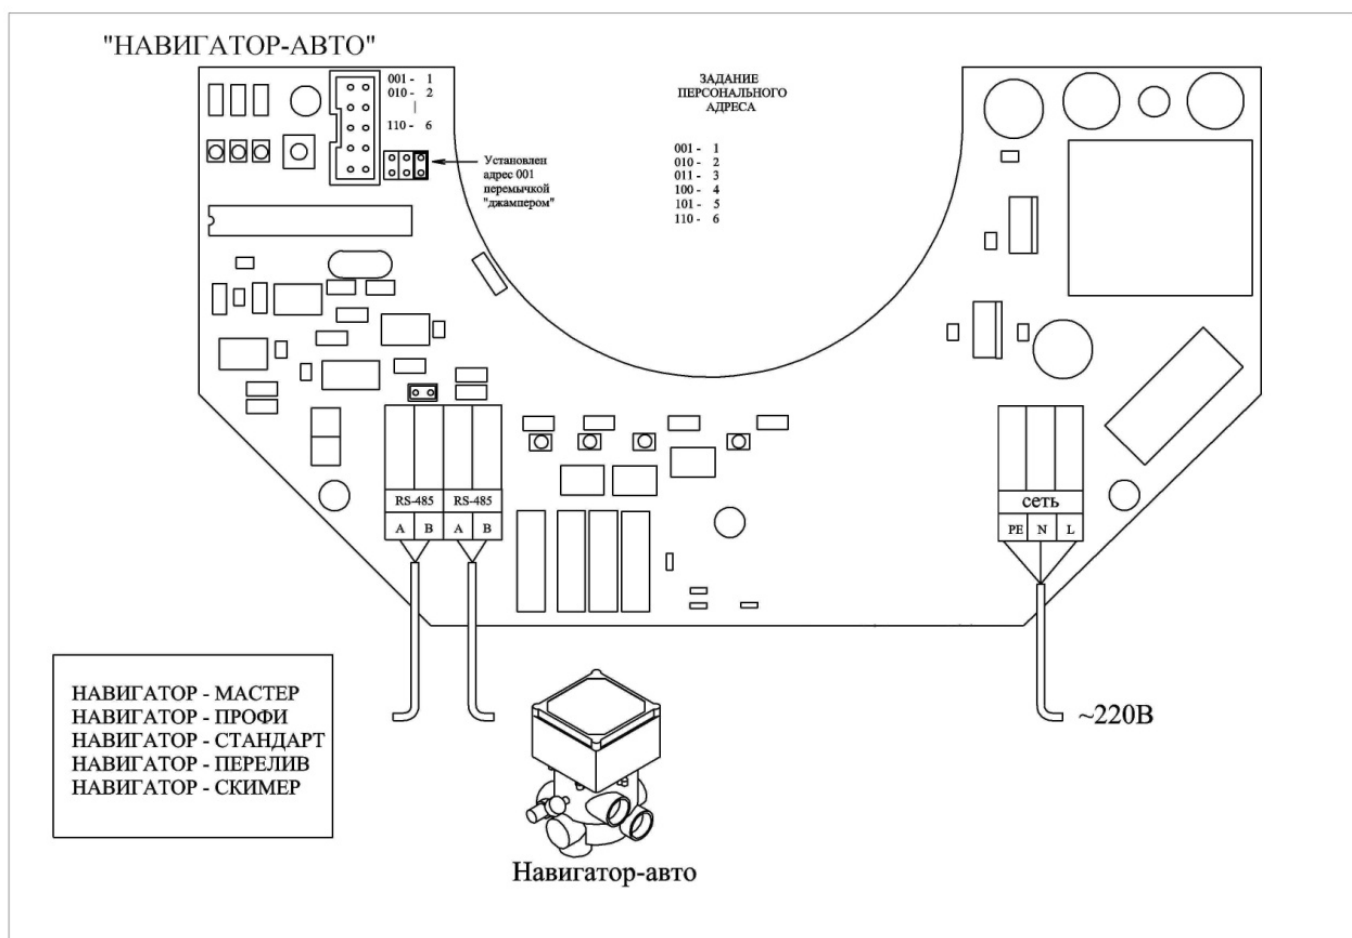

Рис.6.1
- 1.8. Подключите питание, новый адрес в каждом блоке автоматически присвоится при подаче питания. (задание адреса производится методом двоичного счисления рис. 6.1).